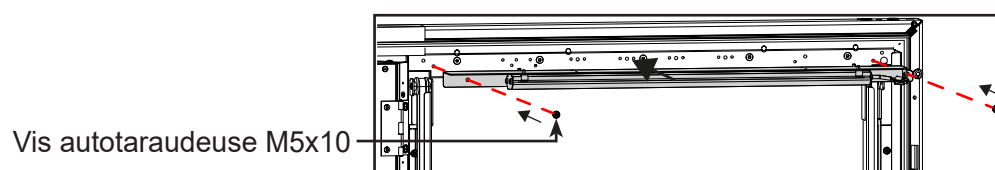

Fig. 38
3. Poser l'éclairage LED (fig. 38).